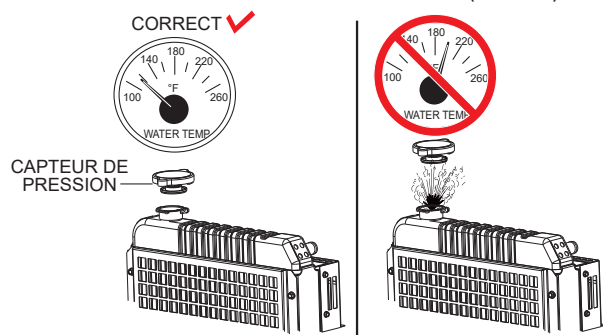

Figure 68. Dépose du bouchon de pression du radiateur
1. Retirez le **bouchon de pression du radiateur** (Figure 68) uniquement lorsque la température du liquide de refroidissement est inférieure à 50 °C (120 °F).